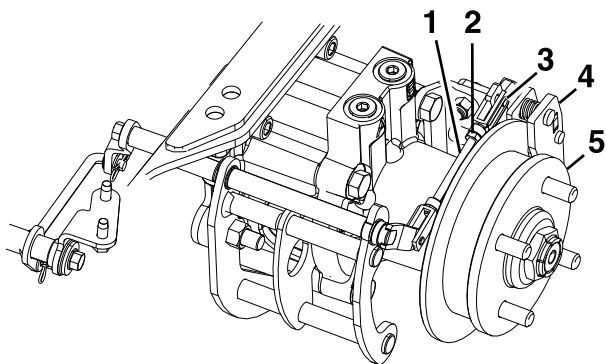

Figura 87
8. Retire el pasador de muelle del acoplamiento trasero y la pinza (Figura 87).
12. Apriete la contratuerca del acoplamiento trasero (Figura 87).